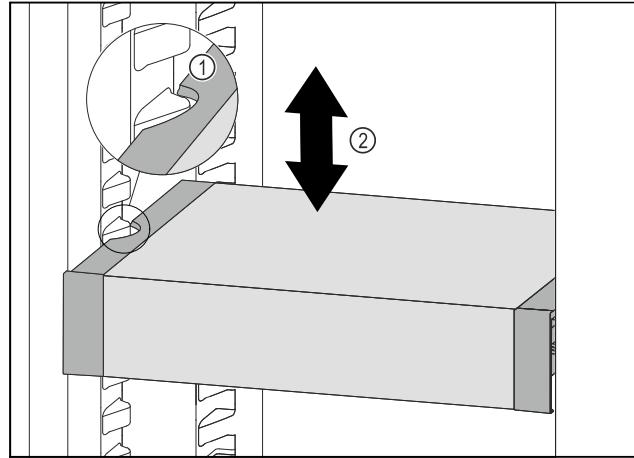

Fig. 75
- Потягнути VarioSafe вперед, поки бокові заглиблення VarioSafe не опиняться на рівні ребра для резервуара в охолоджувальному відділенні. Fig. 75 (1)
- Пересувайте VarioSafe вгору або вниз в охолоджувальному відділенні до тих пір, поки не досягнете бажаної висоти. Fig. 75 (2)